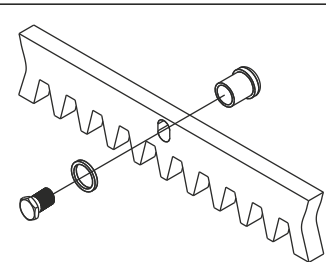

Fig. 6
5.2. Fijar los trinquetes de soporte a cada elemento de la cremallera mediante los relativos tornillos de bloqueo, cuidando de colocarlos en la parte superior del agujero (Fig. 6)